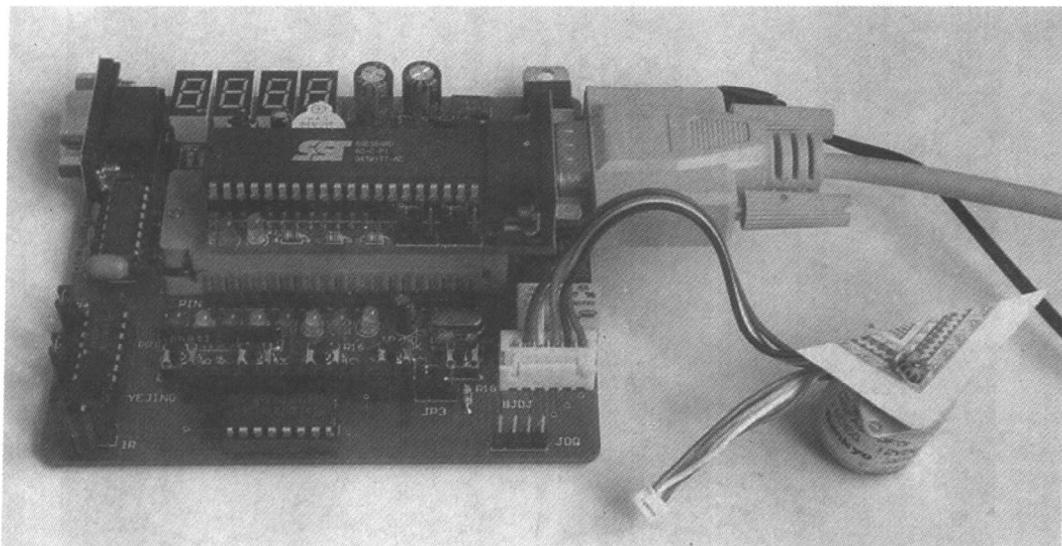

图 1-5 步进电动机控制实例
4) 应用实例之四:如图 1-5 所示，我们通过软件改变步进电动机各相电压，使其转动，并通过设置相应的延时值来达到调速的目的，步进电动机与传统玩具电动机有所不同，它是一种将电脉冲转化为角位移的执行机构。通俗一点讲：当步进驱动器接收到一个脉冲信号，它就驱动步进电动机按设定的方向转动一个固定的角度。你可以通过控制脉冲个数来控制角位移量，从而达到准确定位的目的；同时你可以通过控制脉冲频率来控制电动机转动的速度和加速度，从而达到调速的目的。步进电动机技术的应用也非常广泛，如打印机喷头的移动、安防系统中视频摄像头的转动等都是通过它来控制的。